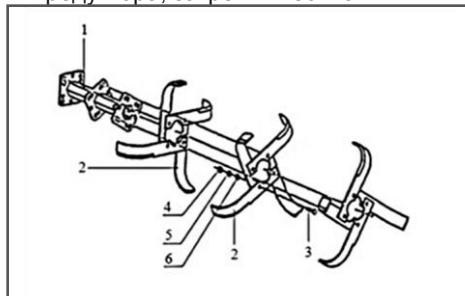

Рис. 10 Сборка фрез
1. Установить ножи фрез на кронштейны осей фрез (ножи должны быть установлены лезвием по ходу культивации) Рис. 10.